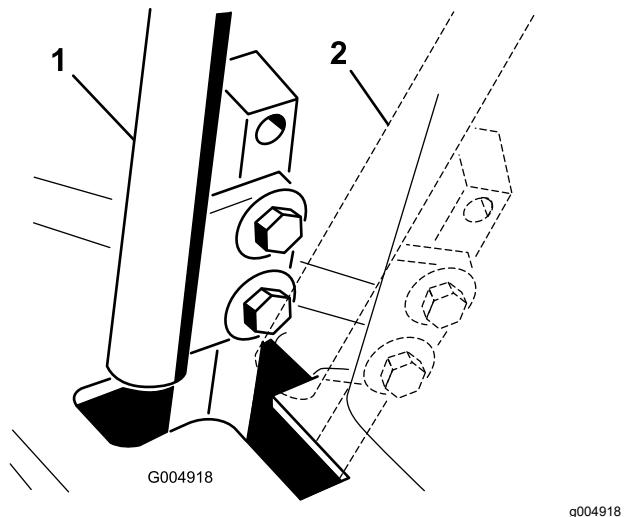

Figura 52
| 1. Perno | 4. Mueva la palanca de control a la posición de PUNTO MUERTO, pero no a la posición de bloqueo (Figura 52). |
6. Compruebe la posición de la palanca de control con relación a la muesca de la consola (Figura 52).